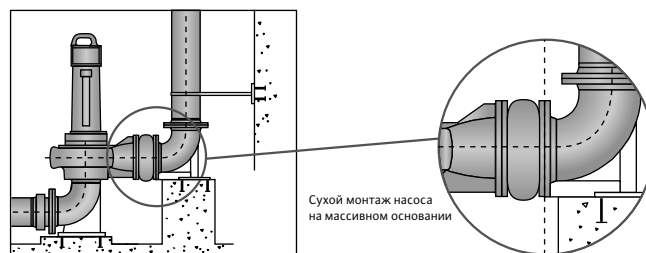

Рис. 5
5. Совершенно не допустим монтаж насоса на конструкции, в которой могут возникнуть или которая может передавать колебания. При движении жидкости в трубопроводе или его элементах возникают силы, которые приводят к собственным колебаниям трубопровода. При подключении трубопровода к насосу происходит их взаимное влияние, поэтому подсоединение насоса к трубопроводу должно производиться через компенсаторы. В качестве компенсаторов используются демпфирующие элементы, например, резиновые вставки (рис. 5).